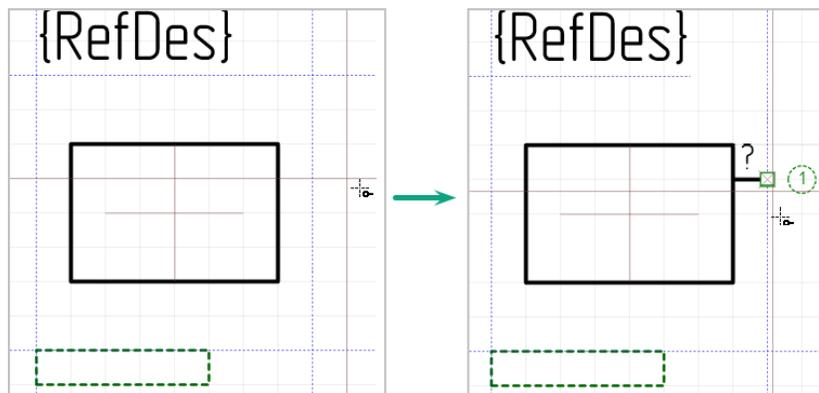

Рис. 183 Курсор при использовании инструмента «Разместить вывод»
2. На Рис. 183 показан вид курсора при активном инструменте «Разместить вывод» в графическом редакторе УГО. При помещении курсора на линию границы отображается возможный вид вывода.